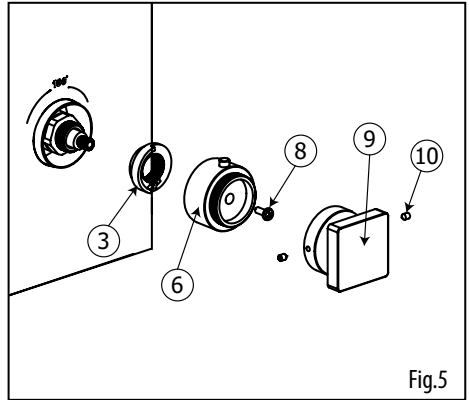

Fig.5
- Remove the handle (9), the thermo handle adapter (6) and the temperature limit stopper (3) as shown (fig.5).
- *Enlever la poignée (9), l'adaptateur (6) et le limiteur de température (3) tel qu'illustré (fig.5).*
Remove all handle components and the trim (1 to 8) (Fig.5).
Démonter toutes les composantes des poignées et la plaque décorative (1 à 8) (Fig.5).
Remove all handle components and the trim (1 to 6) (Fig.5).
Démonter toutes les composantes des poignées et la plaque décorative (4 à 10) (Fig.5).